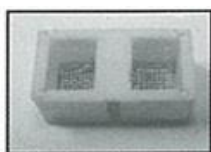

図 4
7. 圧力室の下にあるフィルターカートリッジを外し清掃する。(図4)